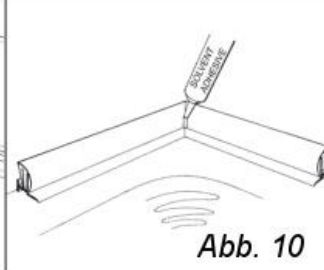

Abb. 10
11. Wiederholen Sie diese Schritte für alle anderen Längen und tragen dann den Lösungsmittelklebstoff auf die Gehrungen der LEISTE 2 auf, ohne diese jedoch mit der LEISTE 1 zu verkleben.....(Abb. 10)